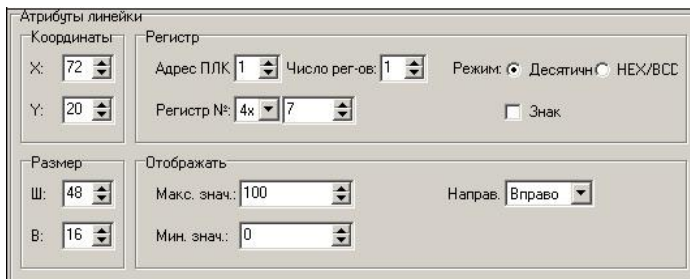

Рис. 7.8. Атрибуты элемента «Линейка»
- 10.3 Задать атрибуты «линейки» (см. рис. 7.8).